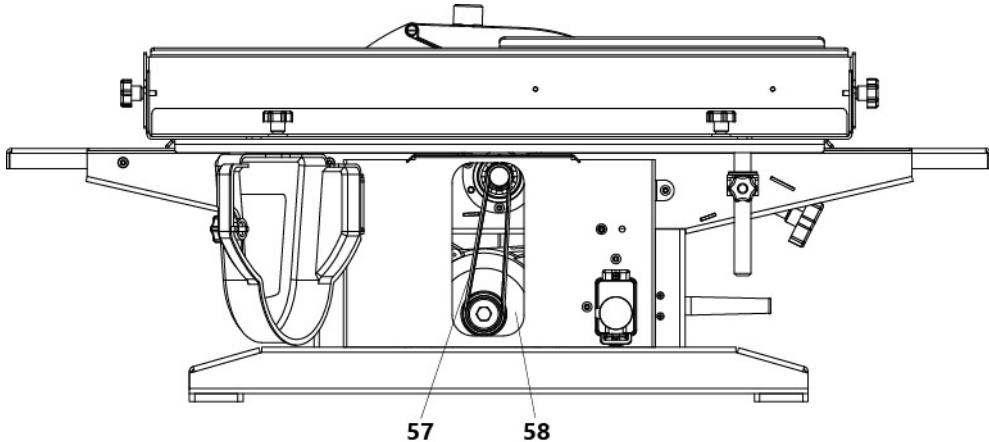

Рис. 14 Установка приводного ремня
- ослабить натяжение ремня 57 (рис. 14), отжав двигатель 58 вверх, либо сняв пружину натяжения;